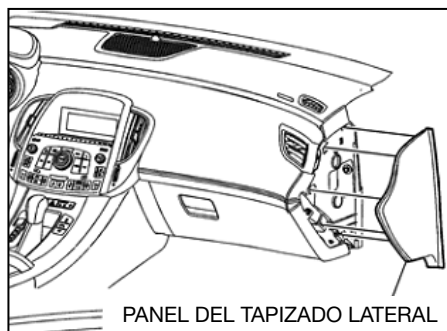

Fig. 17
1. Retire el panel del tapizado lateral (ver Fig. 17).